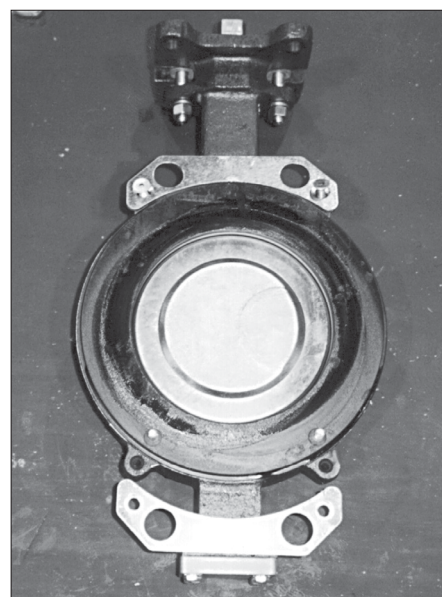

Figure 3 - Bague de retenue et pièces du siège.
Déposer la bague de retenue du siège (23) en retirant les vis à tête creuse (24) de la bague pour le corps à oreilles taraudées ou la vis de la plaque de maintien (34) des plaques de positionnement (33) et/ou les attaches (35) pour le corps à montage entre brides. (Voir la figure 3.)